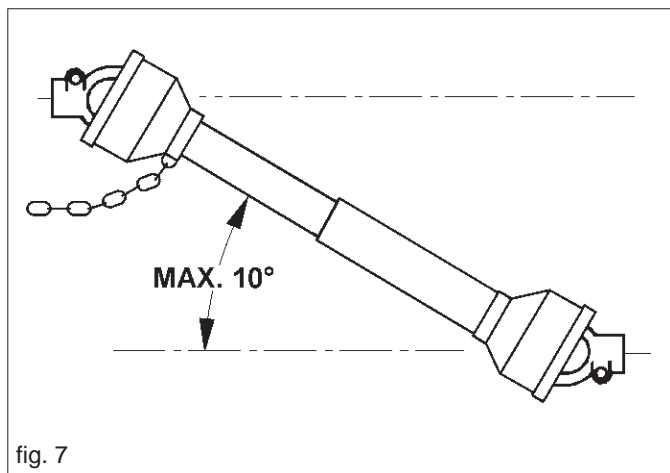

fig. 7
- 49) Die Zapfwelle immer ausschalten, wenn die Kardanwelle einen zu großen Winkel einnimmt (nie über 10 Grad – Abb. 7) und wenn sie nicht gebraucht wird.